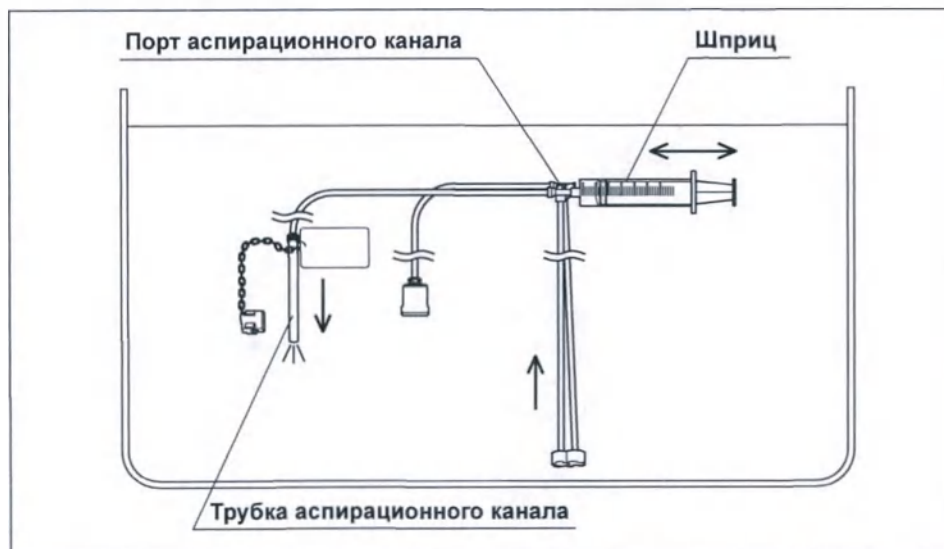

Рис. 6.31
- 2 Полностью погрузив шприц и инъекционную трубку в воду для промывания, медленно оттяните поршень шприца, чтобы заполнить шприц водой для промывания. Затем надавите на поршень, чтобы промыть аспирационный канал инъекционной трубки 30 миллилитрами воды для промывания. Убедитесь в том, что во время промывания из трубки не выходят пузырьки воздуха. (см. рис. 6.31)